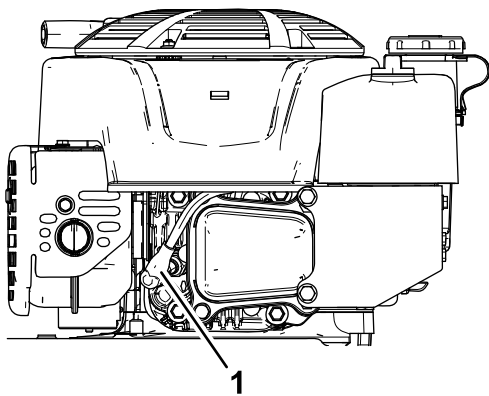

Figure 28
2. Débranchez le fil de la bougie (Figure 28).